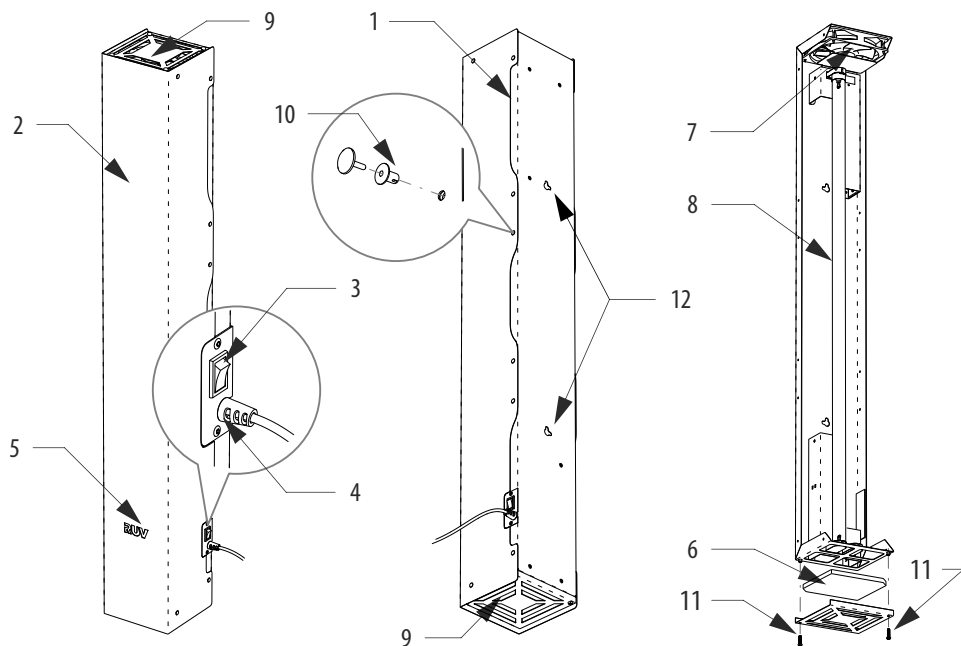

Рисунок 1. Общая конструкция рециркулятора RUV-4001.
- 6.3. Измерьте межцентровое расстояние между проушинами 12 (см. рис.1 и 2). С помощью уровня и линейки (рулетки) разметьте на стене отверстия для монтажа. Выбирайте крепёж в соответствии с материалом стен: шурупы для деревянных стен или стен из древесных материалов; дюбеля с шурупами для бетонных, кирпичных или газосиликатных стен; специальный крепёж для стен из ГКЛ.